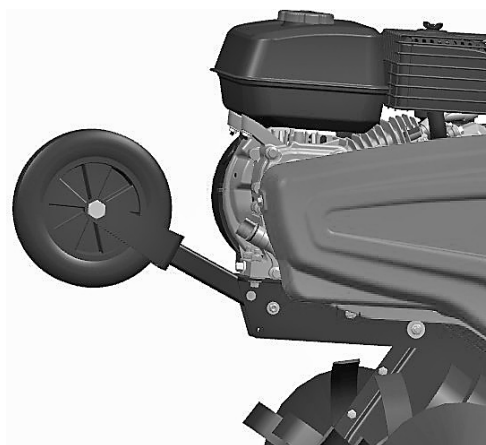

Figure 16
- Réglez la roue auxiliaire de la motobineuse dans la position indiquée sur la Fig. 16 lors des transports sur un terrain.